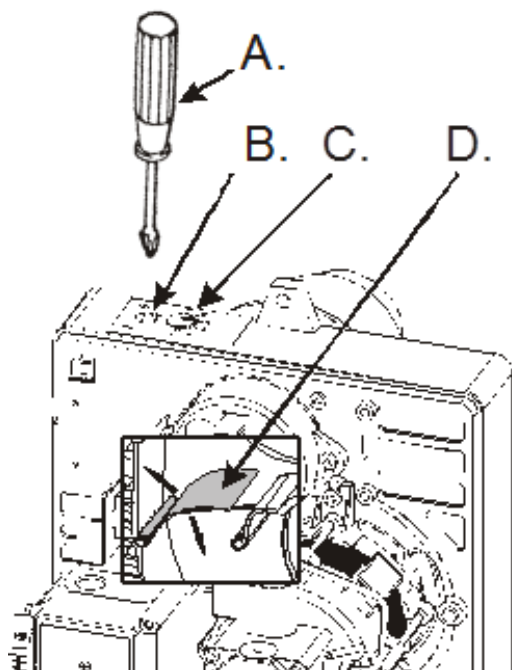

Figure 30 - Réglage du flux d'air du brûleur
Le réglage du flux d'air est très bien représenté sur la figure ci-contre (Fig. 30). Ce type de réglage est de type manuel. Le flux d'air est réglé en intervenant manuellement, à l'aide d'un tournevis, sur la vis de réglage (B). En revanche, l'indicateur sur son côté (C) permet d'identifier la position du volet (D) à l'intérieur du boîtier du brûleur. En tournant la vis (B) dans le sens horaire, l'indicateur (C) augmente de position et le flux d'air à l'intérieur de la chambre de combustion augmente (combustion riche en air comburant). En tournant la vis (B) dans le sens antihoraire, l'indicateur (C) diminue de position et le flux d'air à l'intérieur de la chambre de combustion diminue (combustion pauvre en air comburant).